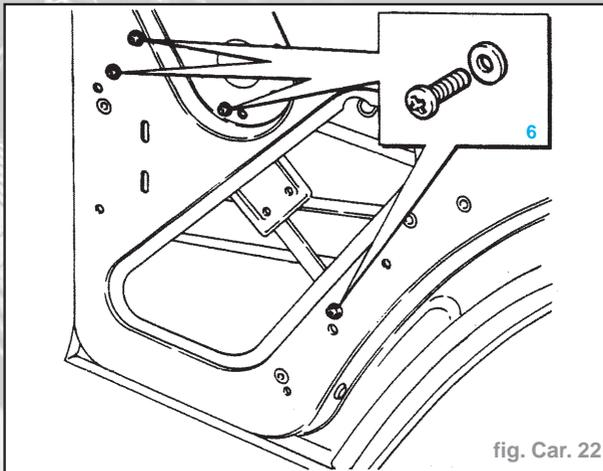

fig. Car. 22
- Dévisser les quatre vis de fixation de lève-vitres et les rondelles indesserrables du panneau de porte intérieur (6) (Fig. Car. 22).